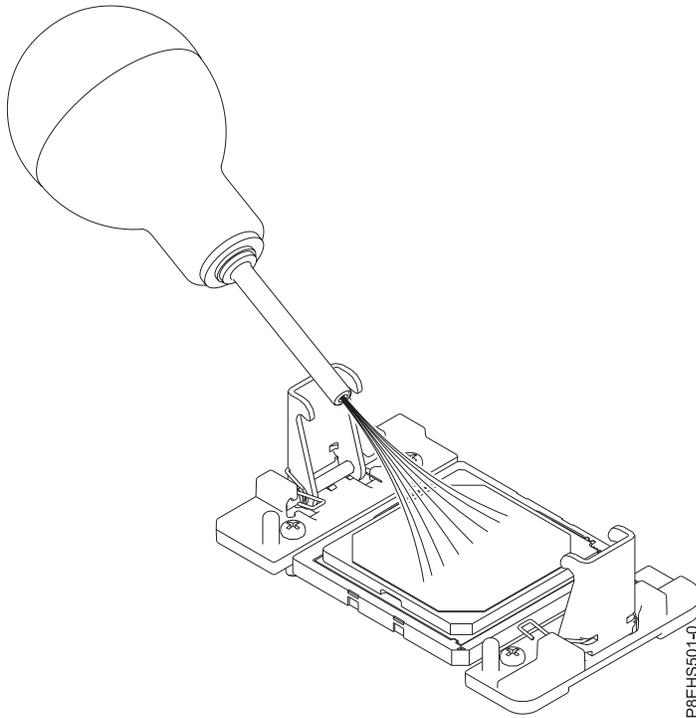

Abbildung 73. Staub und Fremdkörper von dem Systemprozessormodul entfernen
- a. Sollten Staub oder Fremdkörper vorhanden sein, reinigen Sie das Systemprozessormodul mithilfe der im Lieferumfang enthaltenen Luftpumpe (Teilenummer 45D2645). Arbeiten Sie dabei mit kurzen Luftstößen von der Mitte des Systemprozessormoduls hin zu den Seiten, siehe Abb. 73 auf Seite 67. Ist Ihre Luftpumpe nicht wie in Abb. 73 auf Seite 67 dargestellt montiert, befestigen Sie die Spitze an der Lampe.